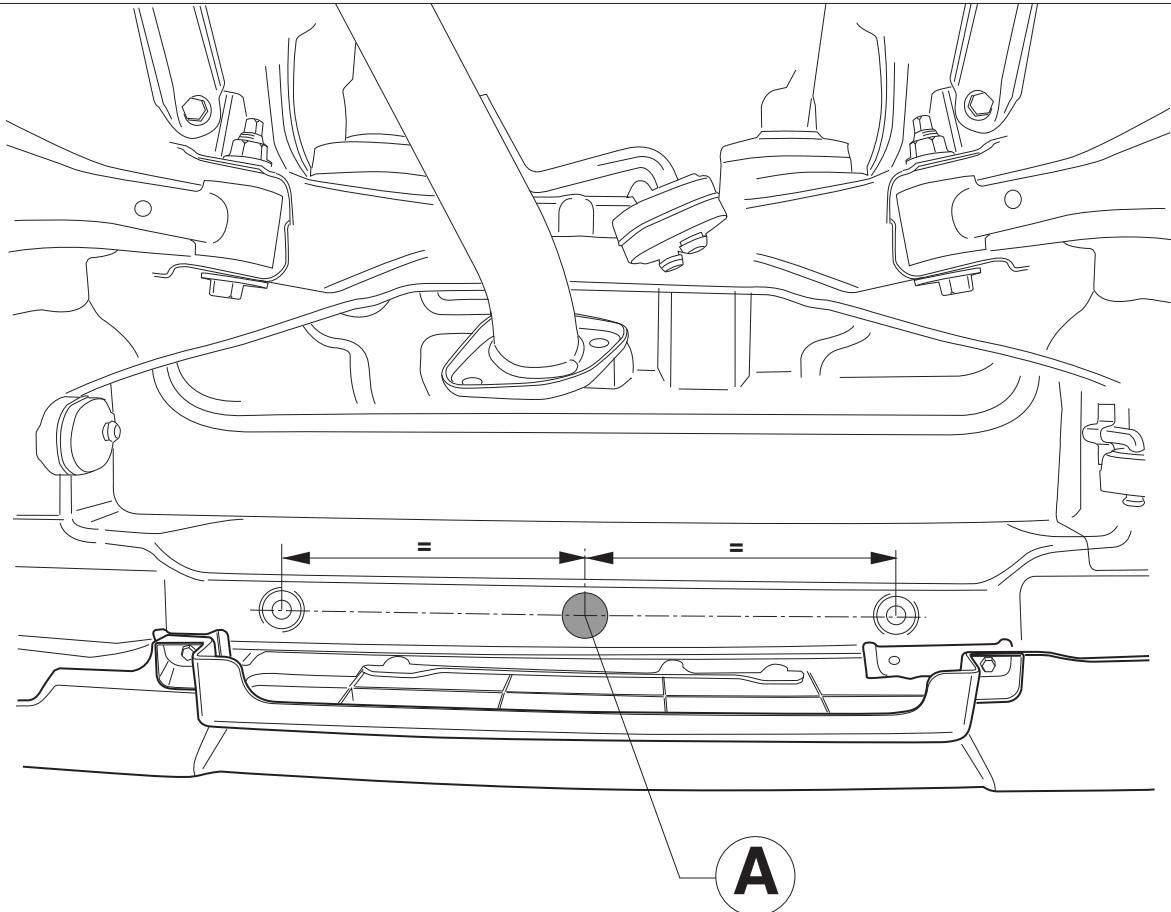

Fig. 1
- Просверлить отверстие диаметром 29 мм, как указано на рис. 1.